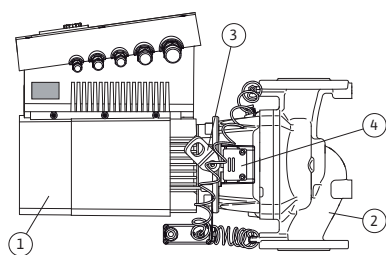

Fig. 10: Pompa completa
La caratteristica specifica della serie Ixens è rappresentata dal mantello di raffreddamento del motore. La corrente d'aria viene convogliata in modo ottimale attraverso la presa d'aria del ventilatore (fig. 10, pos. 1) per il raffreddamento del motore e del modulo elettronico.
(Fig. 10, pos. 2) mostra il corpo pompa con una guida apposita della lanterna per lo scarico della girante.
Gli occhioni di trasporto (fig. 10, pos. 3) devono essere utilizzati come indicato nel capitolo 3 "Trasporto e magazzinaggio" a pagina 133 e nel capitolo 10 "Manutenzione" a pagina 176.
La finestra coperta dalla lamiera di protezione (fig. 10, pos. 4) nella lanterna viene utilizzata per le operazioni di manutenzione come descritto nel capitolo 10 "Manutenzione" a pagina 176. La finestra può essere utilizzata anche per il controllo delle perdite seguendo le disposizioni di sicurezza del capitolo 9 "Messa in servizio" a pagina 172 e del capitolo 10 "Manutenzione" a pagina 176.